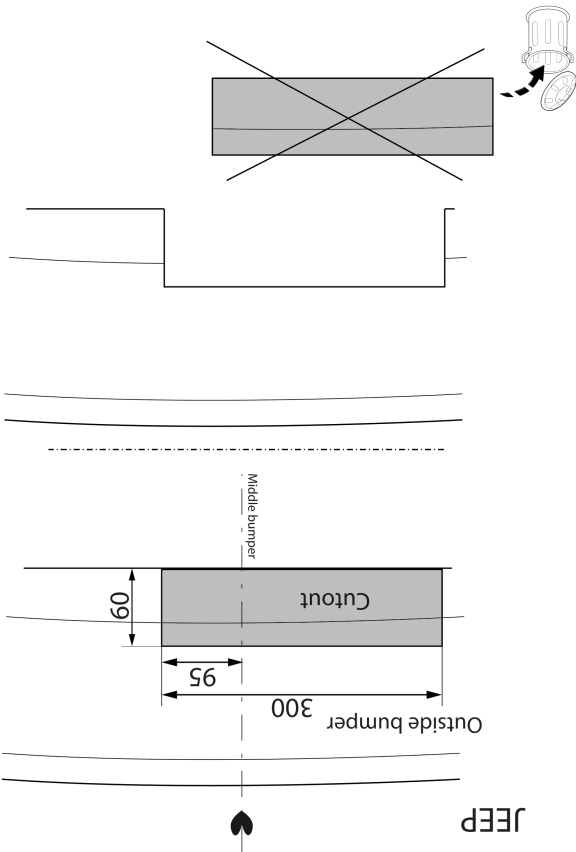

Fig. 14
16. Sav en del ud af kofangeren midt på undersiden jf. fig. 14, 15, 16, 17, 18, 19, 21, 22, 23 & 24.